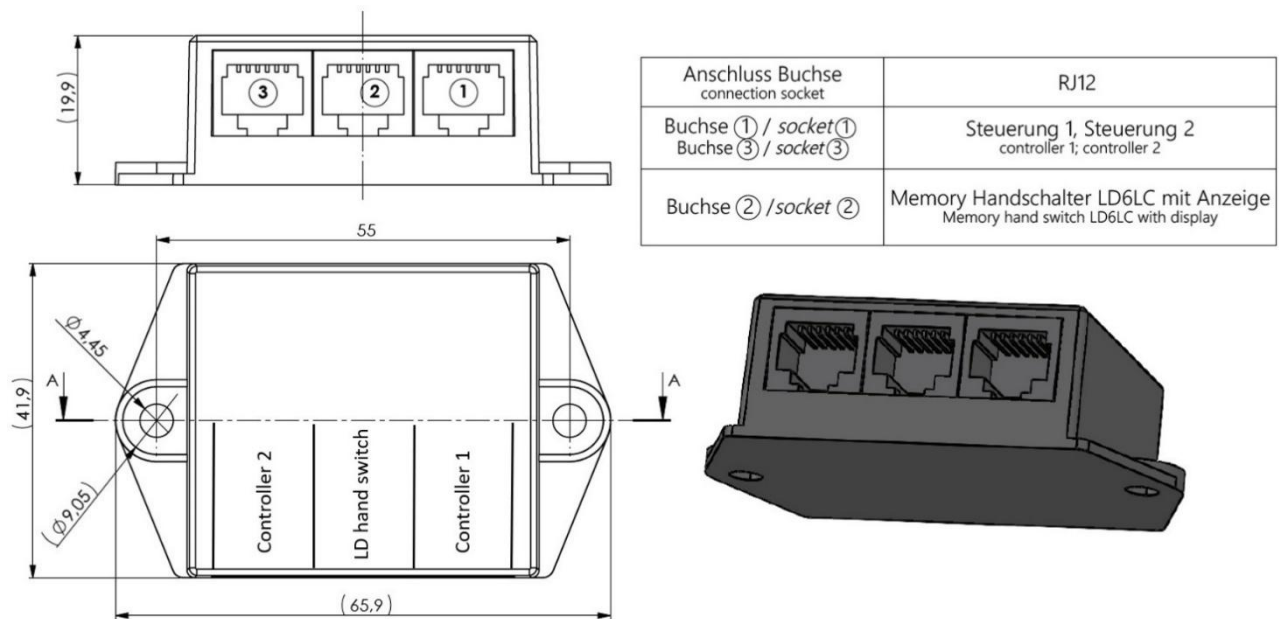

Abbildung 25: Sync Adapter
- Für den Synchronlauf des Systems muss an jede Steuerung ein Kabel RJ12 angeschlossen werden (Abbildung 24 Anschluss Nr.5). Anschließend müssen die beiden Kabel RJ12 der Steuerungen noch an den Sync Adapter angeschlossen werden (Abbildung 25 ; Anschluss Nr. 1 und Nr. 3).
- Verbinden Sie die Stecker des Kabel RJ12 mit dem passenden Eingang der Steuerung (Abbildung 24 Nr.5) an dem Sync Adapter (Abbildung 25 ; Anschluss Nr. 1 und Nr. 3)
- Verbinden Sie den Stecker des Memory Handschalters LD6LC (nur mit Memory Handschalter LD6LC, siehe Abbildung 23, möglich) mit dem Sync Adapter (Abbildung 25; Anschluss Nr. 2)